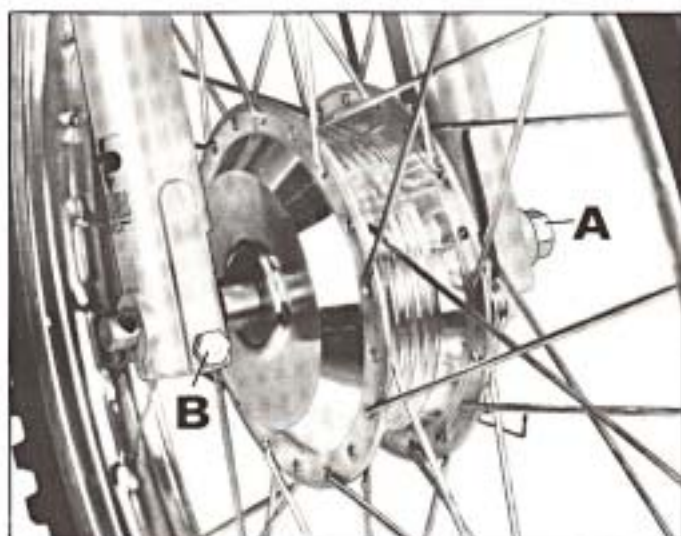

Fig. 55
- Dévisser et retirer l'écrou de roue A (figure 55).
- Glisser la broche en introduisant sa partie filetée à l'intérieur du moyeu et serrer l'écrou de roue A côté gauche (figure 55).